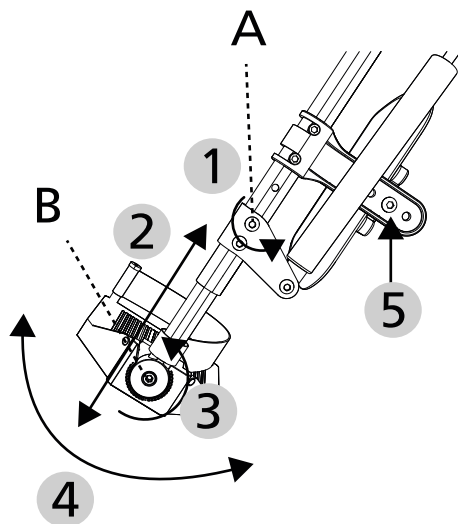

fig.55
1. Per impostare la lunghezza è necessario allentare la vite con esagono incassato 4 mm (A, fig.55) di alcuni giri (1, fig. 55) e non allentarla completamente.
2. Successivamente si può spostare la piastra di appoggio alla posizione desiderata (2, fig. 55). Ricordarsi di lasciare una distanza minima di 40 mm tra la piastra di appoggio e il pavimento. La lunghezza di estensione minima e massima è indicata sulla scala del tubolare.
Per il bloccaggio riserrare la vite (A, fig. 55). Assicurarsi che la vite si inserisca nelle slitte di montaggio interne.
1. Allentare la vite con esagono incassato 5 mm (B e 3, fig. 55).
3. Riposizionare la piastra di appoggio con l'angolo desiderato (4, fig. 55).